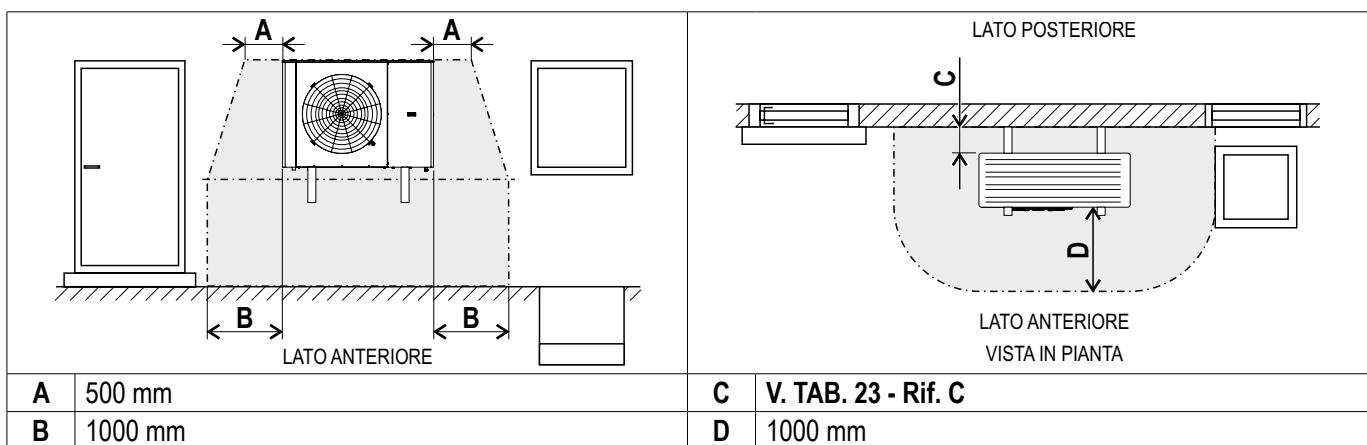

FIG. 37 (Zona di sicurezza in caso di installazione a parete davanti a una parete dell'edificio)
PER EVITARE LA TRASMISSIONE DI VIBRAZIONI SUGLI EDIFICI CONTIGUI, UTILIZZARE LINEE DI COLLEGAMENTO ALLA MACCHINA CON UNA LUNGHEZZA DI ALMENO **0,75 m** (v. FIG. 37).
- 1) Svitare e togliere i tappi di copertura (FIG. 37 - Rif. 3) dagli attacchi di mandata (FIG. 37 - Rif. 5) e ritorno (FIG. 37 - Rif. 4)
- 3) Installare una tubazione flessibile (FIG. 37 - Rif. 6) con una guarnizione (FIG. 37 - Rif. 2) e una valvola di chiusura nel raccordo del ritorno del riscaldamento verso l'edificio
- 4) Installare una tubazione flessibile (FIG. 37 - Rif. 1) con una guarnizione (FIG. 37 - Rif. 2) e una valvola di chiusura nel raccordo della mandata del riscaldamento verso la pompa di calore
- 6) Rivestire i tubi con isolamento (FIG. 37 - Rif. 7)